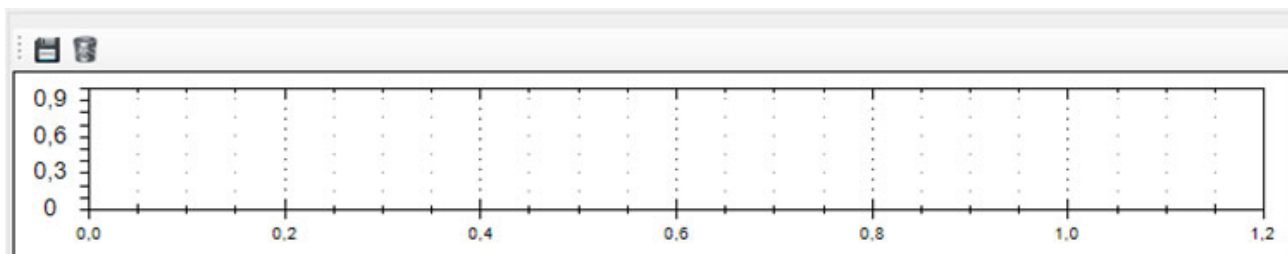

Рисунок 20 – Поле диаграммы
- при нажатии появляется диаграмма в рабочем поле программы (рисунок 20)